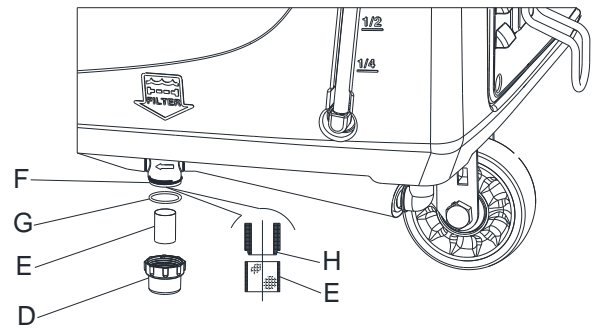

Figura 5
285. Remover a tampa (D, Figura 5) e, em seguida, remover a rede filtrante (E). Limpar e instalá-las no suporte (F).